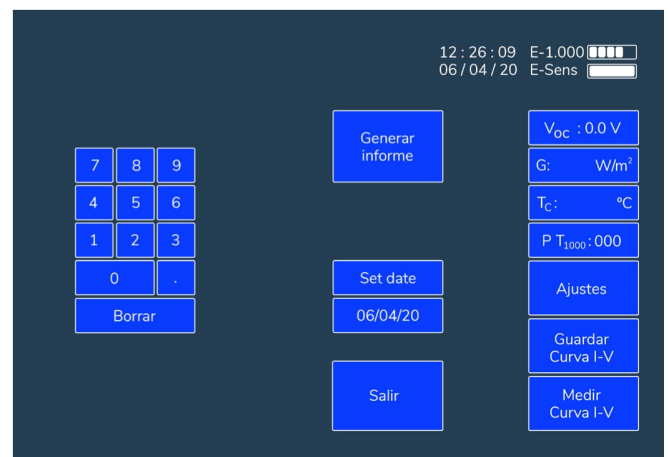

Figura 5.23. Imagen del sub-menú "Generar Informe."
2. Dentro del menú de ajustes, acceder al submenú de "Generar Informe" (ver figura 5.23.)
7. Presionar el botón de generar informe. (ver figura 5.23.).